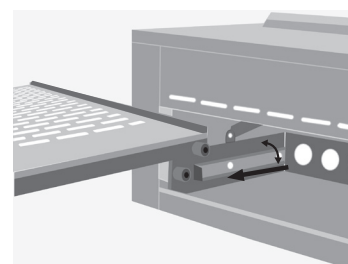

Figure 3
2. Tirez le tiroir vers le haut avec la partie arrière orientée vers le haut pour décrocher les roues des rails. (Voir Figure 3).
2. Laissez les roues s'engager dans les encoches à l'arrière des rails en position de blocage. (Voir Figure 3).